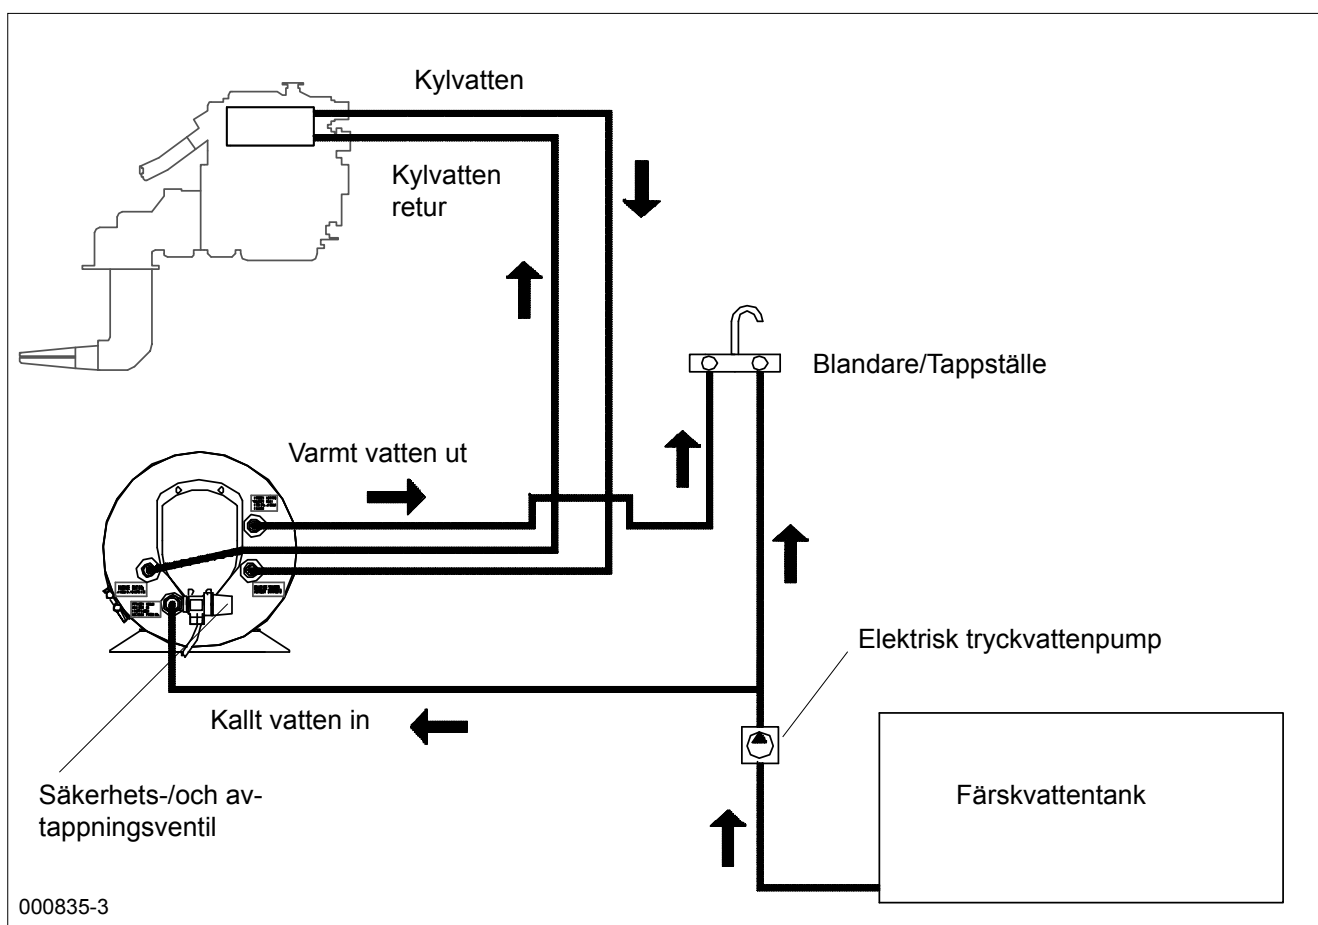

Fig. 1
Varmvattenberedaren kan monteras var som helst i båten så länge den sitter monterad så att motorvattenslingan inte hamnar över nivån på motorns expansionskärl. (Fig. 1). Det är en fördel att hålla slangarna mellan motorn och beredaren så korta som möjligt för lägsta värmeförlust och minsta strömningsmotstånd. Varmvattenberedarens värmeväxlare kan anslutas antingen parallellt eller i serie med motors kylvattenkrets. Valet avgörs av hur motortillverkaren anger att beredaren ska anslutas.
4.3 Motoranslutningar (se anslutningsschema, fig. 1):
4.4 Anslutning färskvatten (se anslutningsschema, fig 1):